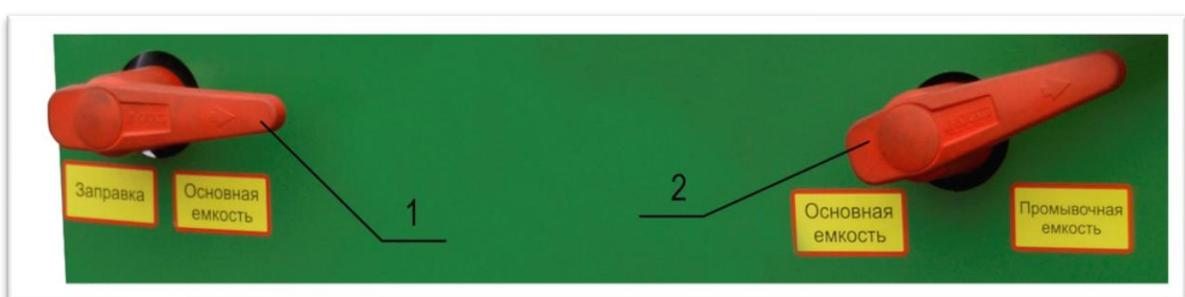

Рисунок 7.2 Панель управления гидравликой распыла
1. Установить рычаг трехходового крана 1 (Рис. 7.2) и трехходового крана 2 в положение «Основная емкость» - забор жидкости будет осуществляться из основной емкости.
1 Установить рычаг трехходового крана 2 (Рис.7.2) в положение «ПРОМЫВОЧНАЯ ЕМКОСТЬ», а кран трехходовой 1 (Рис. 7.2) в положение «ОСНОВНАЯ ЕМКОСТЬ». (стрелка на рукоятке крана указывает направление потока) – забор жидкости будет происходить из промывочной емкости.
1. Установить рычаг трехходового кранов 1 (Рис. 7.2) в положение «ЗАПРАВКА», а рычаг трехходового крана 2 (Рис. 7.2) в положение «ОСНОВНАЯ ЕМКОСТЬ» - забор воды осуществляется из посторонней емкости через донный фильтр 18 (Рис.4.7).
2. Установить трехходовые краны 1 и 2 (Рис.7.2) в положение при котором вода будет забираться из основной емкости.